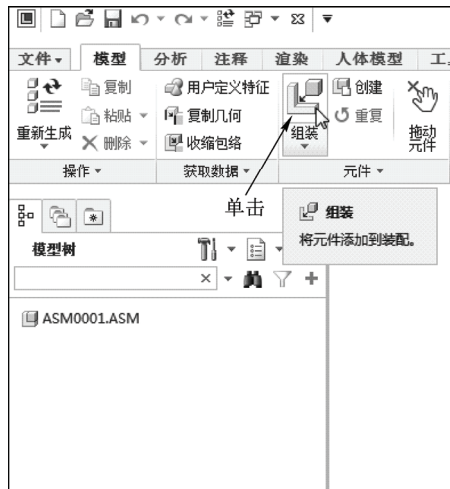

图 11-4 单击“组装”按钮
STEP 04 在功能区选项板的“模型”选项卡中，单击“元件”面板中的“组装”按钮，如图 11-4 所示。